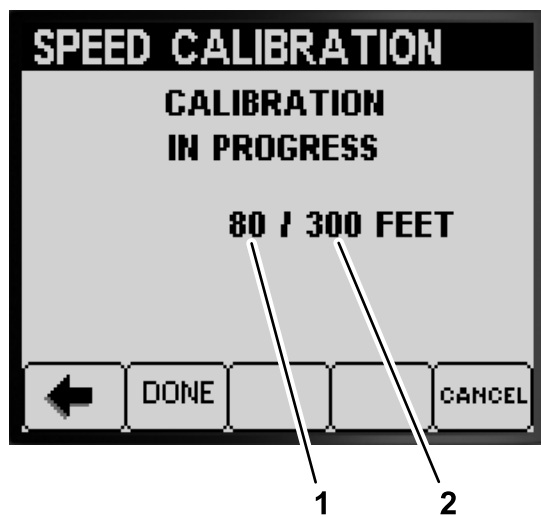

Figura 67
4. Pulse el botón 2 (TERMINADO) cuando el neumático delantero de la máquina sobrepase la línea de llegada (Figura 67).